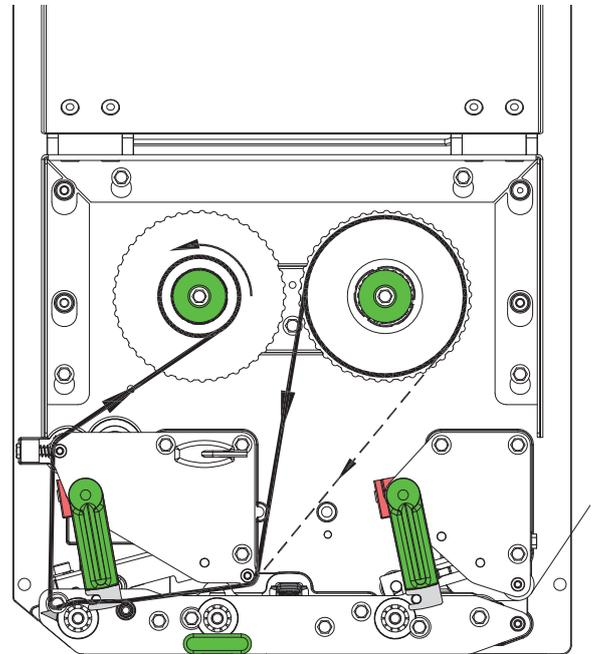

Figure 12 Passage du ruban transfert
2. Tourner le levier (6) dans le sens inverse des aiguilles d'une montre pour soulever la tête d'impression.
3. Pousser le rouleau de ruban transfert (3) jusqu'à la butée sur le dérouleur (4) afin que le côté encré du ruban ne soit pas en contact direct avec la tête d'impression.
4. Maintenir le dérouleur (4) et tourner le bouton de réglage (5) du dérouleur dans le sens inverse des aiguilles d'une montre jusqu'à ce que le rouleau soit fixé.
5. Pousser un mandrin (1) approprié sur l'enrouleur de ruban transfert (2) et le fixer de la même manière.
6. Guider le ruban transfert à travers le mécanisme d'impression comme décrit dans la figure 12.
7. Fixer le début de ruban transfert avec une bande adhésive sur le mandrin (1). Respecter le sens de rotation de l'enrouleur de ruban transfert, à l'inverse des aiguilles d'une montre.
8. Tourner l'enrouleur (2) dans le sens inverse des aiguilles d'une montre pour lisser le ruban transfert.
9. Tourner le levier (6) dans le sens des aiguilles d'une montre pour verrouiller la tête d'impression.